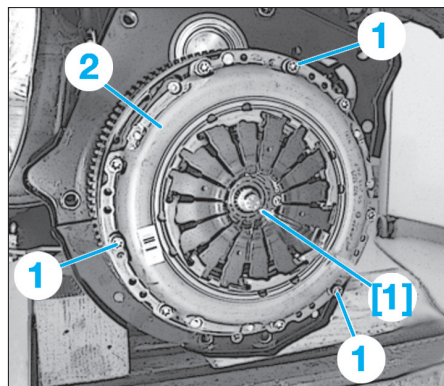

Fig. 1
- [1]. Centreur de disque d'embrayage (ref. 2000 02 4900) (Fig.1).
- Mettre en place l'outil [1] (Fig.1).
- Déposer les 3 vis de fixation (1) du mécanisme d'embrayage (2).
- Centrer correctement le disque d'embrayage par rapport au mécanisme avec l'outil [1] (Fig.1).